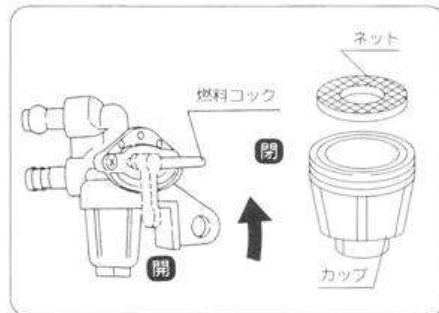

図26
*ストレーナのみを掃除するときは、燃料コックを「閉」位置にしてください。(図26)